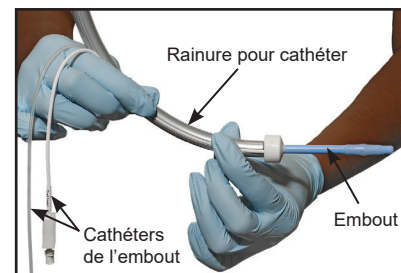
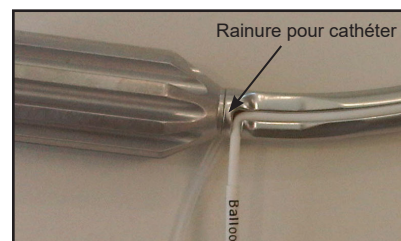

Figure 1
Figure 2
2. Vérifier que les cathéters de l'embout sont bien en place dans les rainures pour cathéter de la poignée (voir la figure 1 et la figure 2).